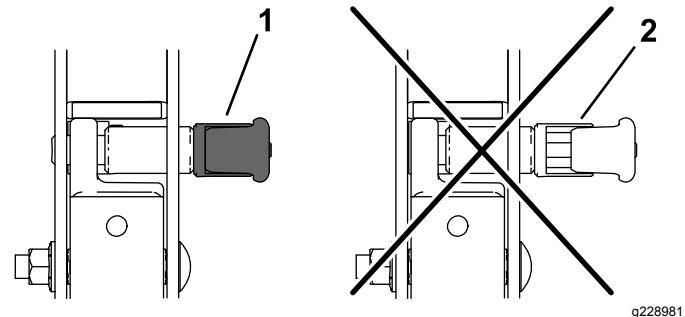

Figure 73
**Remarque:** Il faut parfois pousser en avant ou tirer en arrière la partie supérieure de l'arceau de sécurité pour engager complètement les deux boutons (Figure 72 et Figure 73).